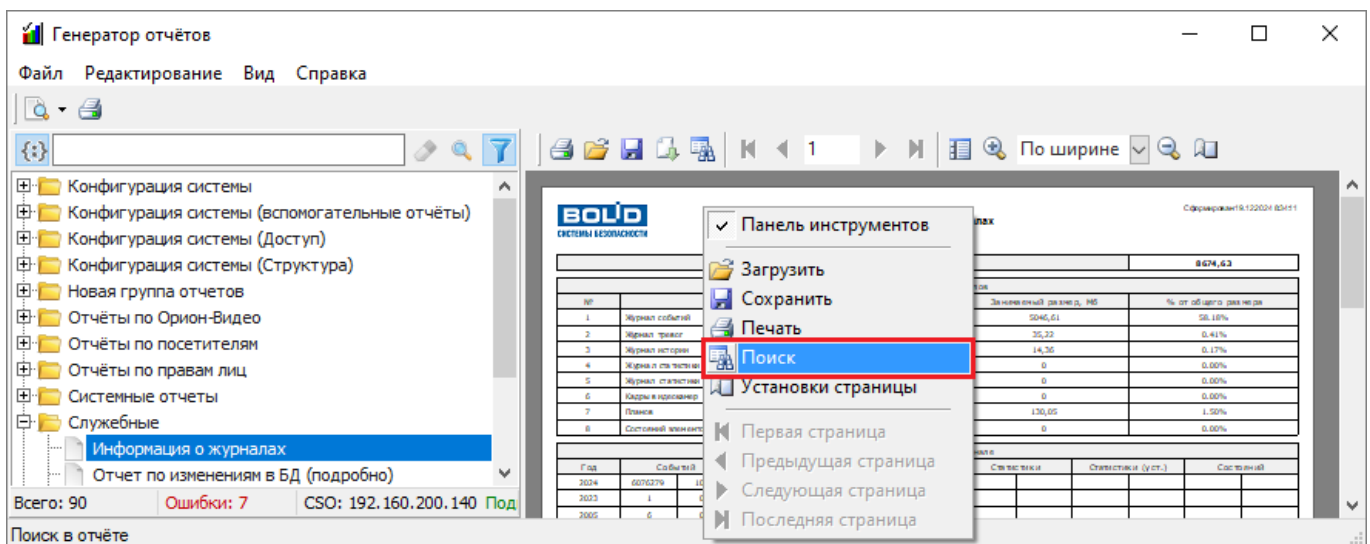

Рисунок 10-332 Инициализация поиска в отчете через контекстное меню области предварительного просмотра
- выберите в контекстном меню области предварительного просмотра (см. п. 10.5.5.1) пункт  «Поиск» (см. Рисунок 10-332).